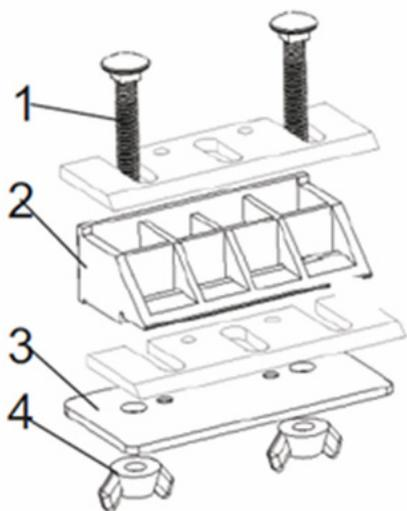

Рис.10
Для заточки ножей: установите оба ножа в корпус заточного устройства (3) закрепите ножи прижав их планкой (2) и затянув винт (1) заточите ножи, плавно перемещая заточное устройство по плоскости точильного бруска в продольном и поперечном направлении. Для заточки второго ножа, переверните ножи в заточном устройстве.(Рис.10)